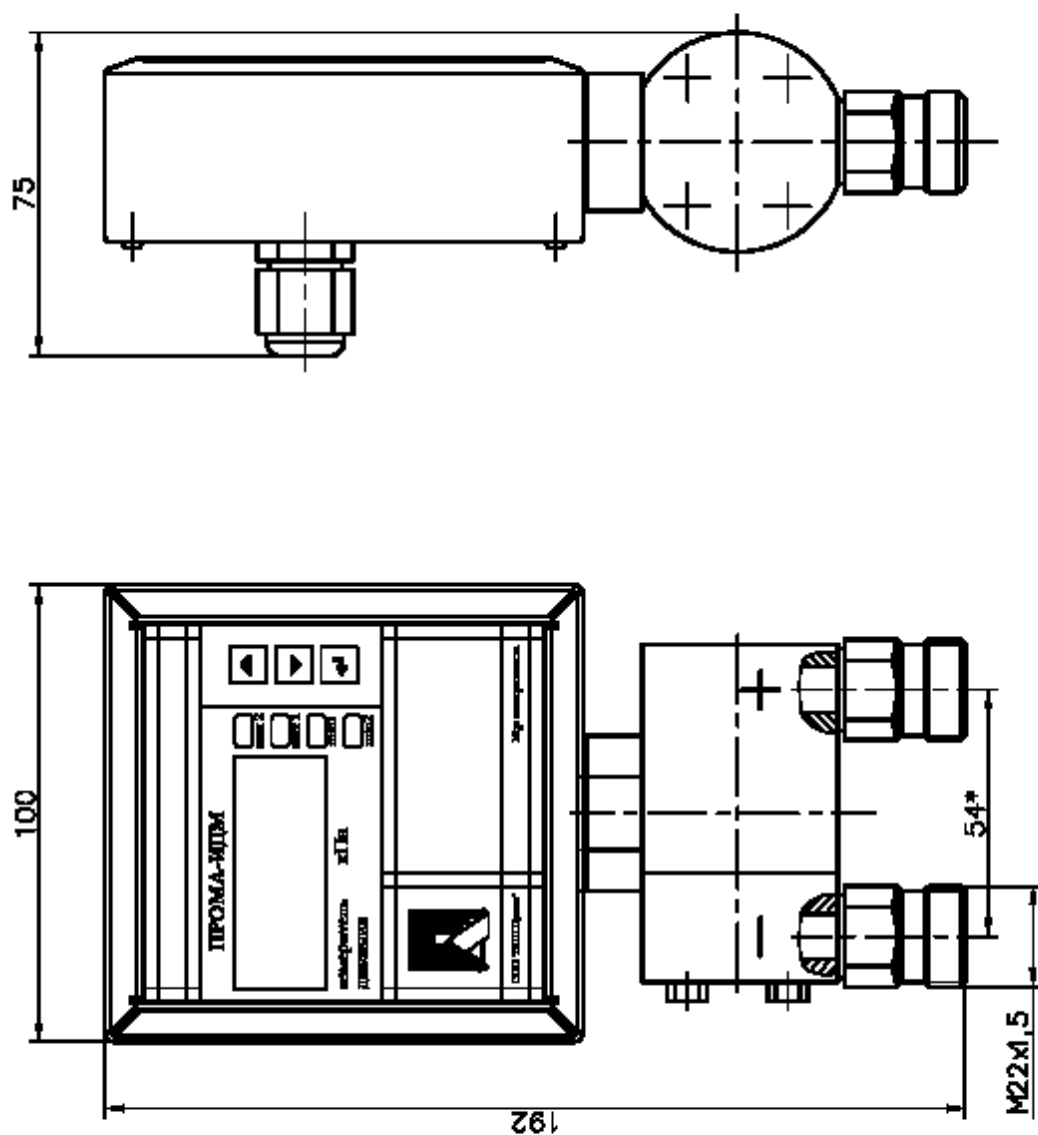

Рис. 3.5. Измеритель Пром-ИДМ-ДД-Р (газ). Исполнение для штуцерно-резьбового монтажа.-моноблок. Габаритный чертеж.
- Рис. 3.5. Измеритель Прома-ИДМ-ДД-Р (газ). Исполнение для штуцерно-резьбового монтажа. Габаритный чертеж.